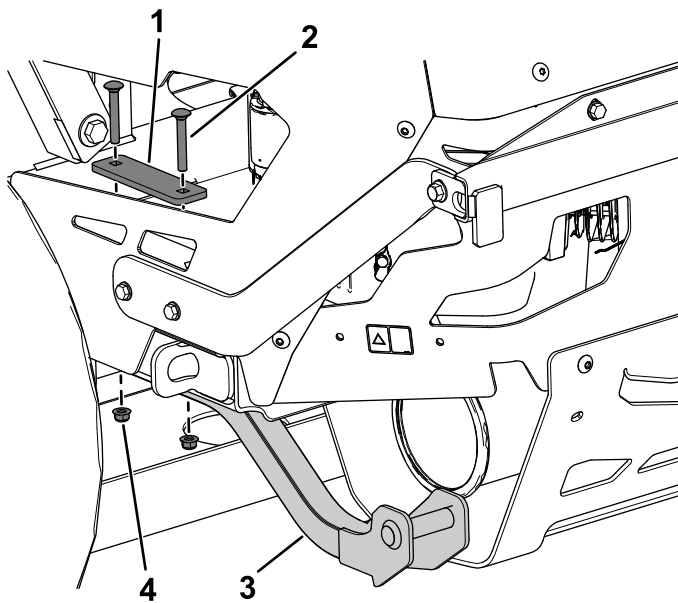

Bild 10
4. Befestigen Sie die untere Stütze locker mit zwei Schlossschrauben (5/16" x 2 1/4"), einer Stützplatte und zwei Bundmuttern (5/16") an der Motorplatte, wie in **Bild 10** dargestellt.